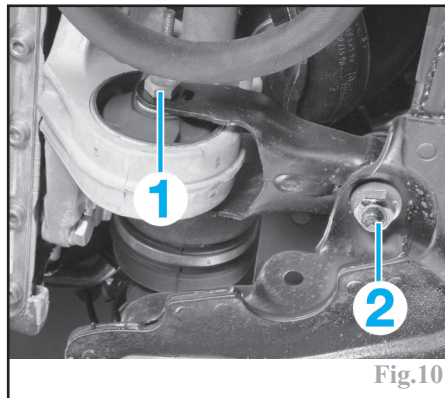

Fig.10
Déposer la fixation (1) de la biellette anticouple sur le support moteur arrière (Fig.10).
-les fixations (1 et 2) et ensuite la biellette anticouple (Fig.10).